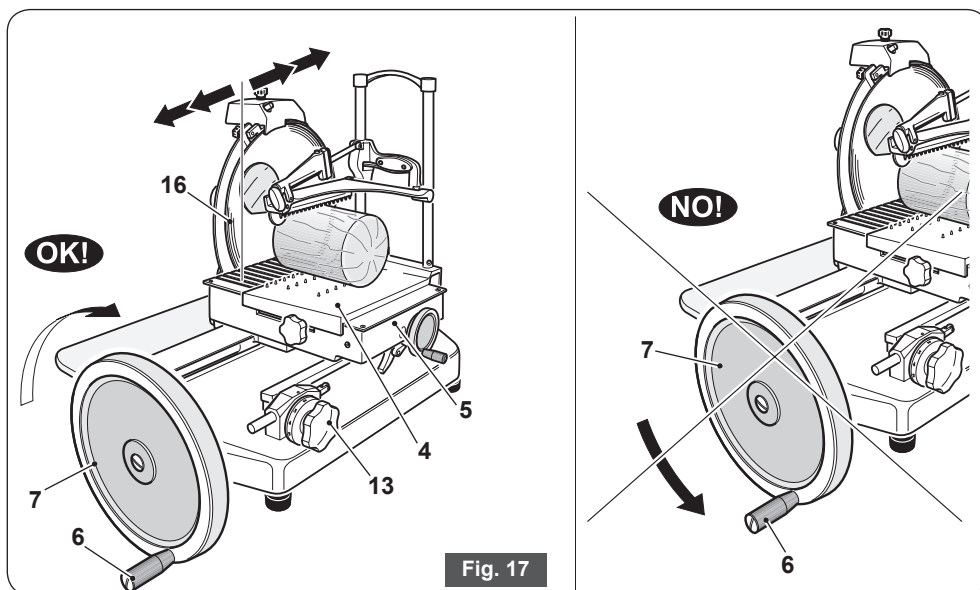

Fig. 17
- Impugnare la maniglia (6) e ruotare in senso orario il volano (7) per avviare la rotazione della lama ed il movimento alternato del piatto porta merce (4) (fig. 17).